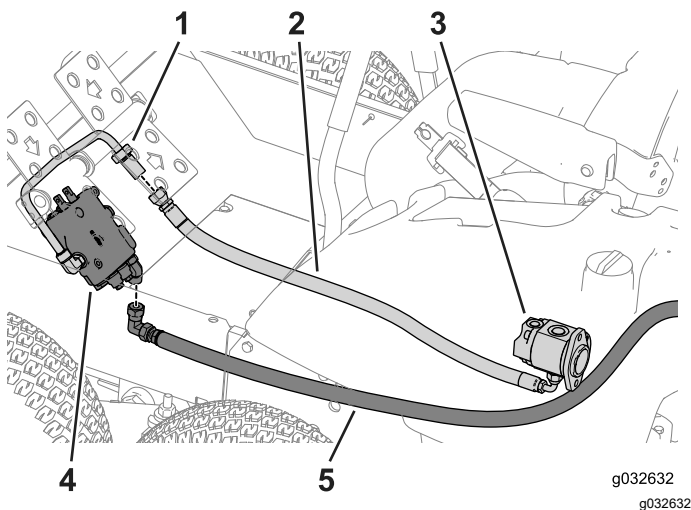

Bild 81
4. Verlegen Sie die Schläuche zur Vorderseite der Maschine (**Bild 81**).